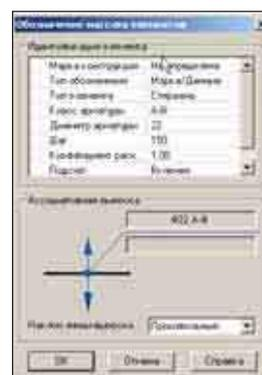
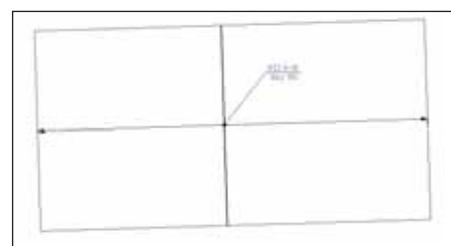

Рис. 11
Рис. 12
- **Массив на участке** – учет линейных элементов армирования по отрисованным ранее площадям, а также по параметру общей длины стержня на выбранной площади (рис. 11). Для этого метода распределения линейных элементов армирования присуще ограничение типа элемента, распределенного по площади. В данной ситуации линейный элемент армирования может представлять собой только стержень (рис. 12);